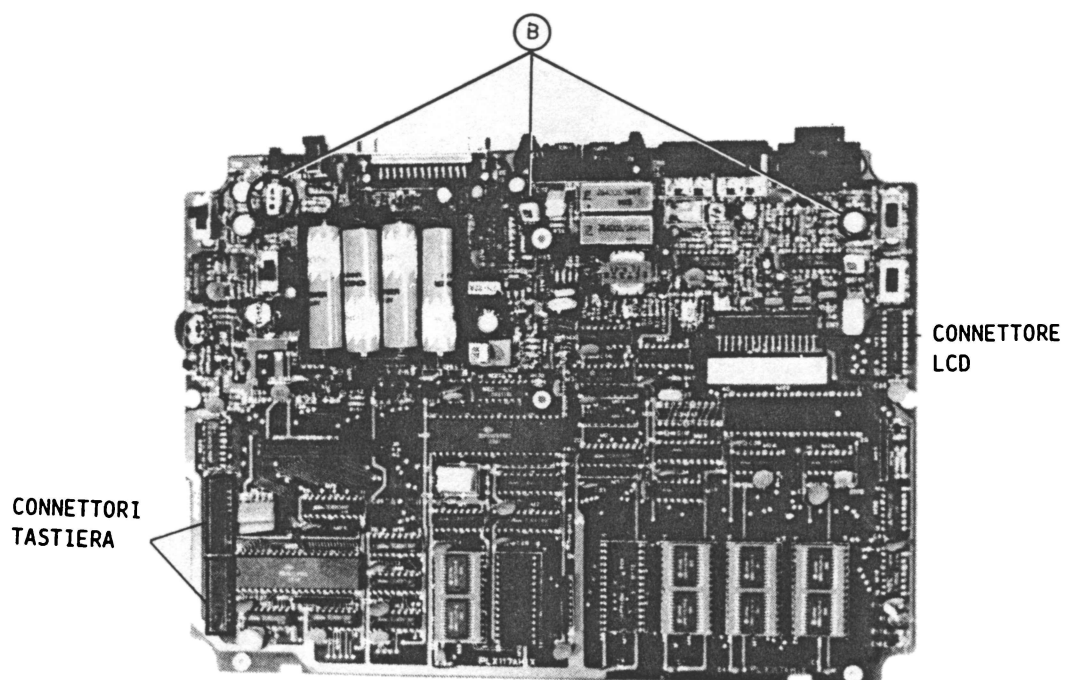

Fig. 2-2 Smontaggio della piastra principale
4. Svitare le tre viti B (Fig.2-2) che fissano la piastra a circuito stampato principale ed estrarla.